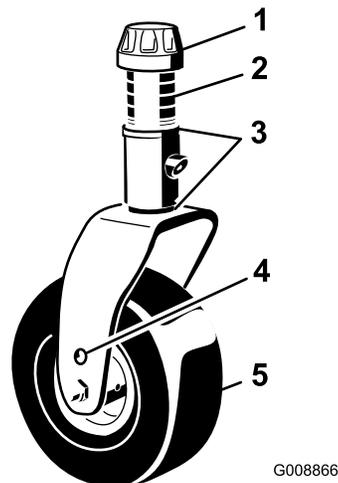

Figura 138
- Togliete il cappuccio di tensione dall'asse del perno della ruota orientabile ed estraete il perno dal braccio della ruota orientabile (Figura 138).
Rimuovete il cappuccio di tensione e la forcella della ruota orientabile (Figura 138).